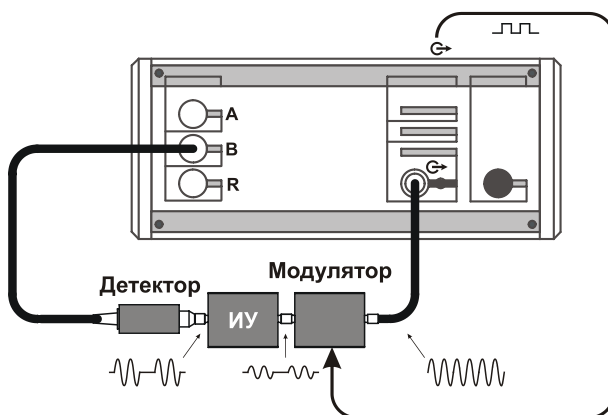

Рисунок 5.33 – Схемы измерения ИУ в импульсном режиме
5.10.17.3 При управлении с помощью сигналов СГ внешними устройствами, задающими режим работы ИУ или при управлении непосредственно ИУ (рисунок 5.33) необходимо задавать задержку перед началом измерения, учитывающую время распространения управляющего сигнала в кабеле и выход ИУ на режим. Значение задержки задается в поле «Задержка перед измер.».